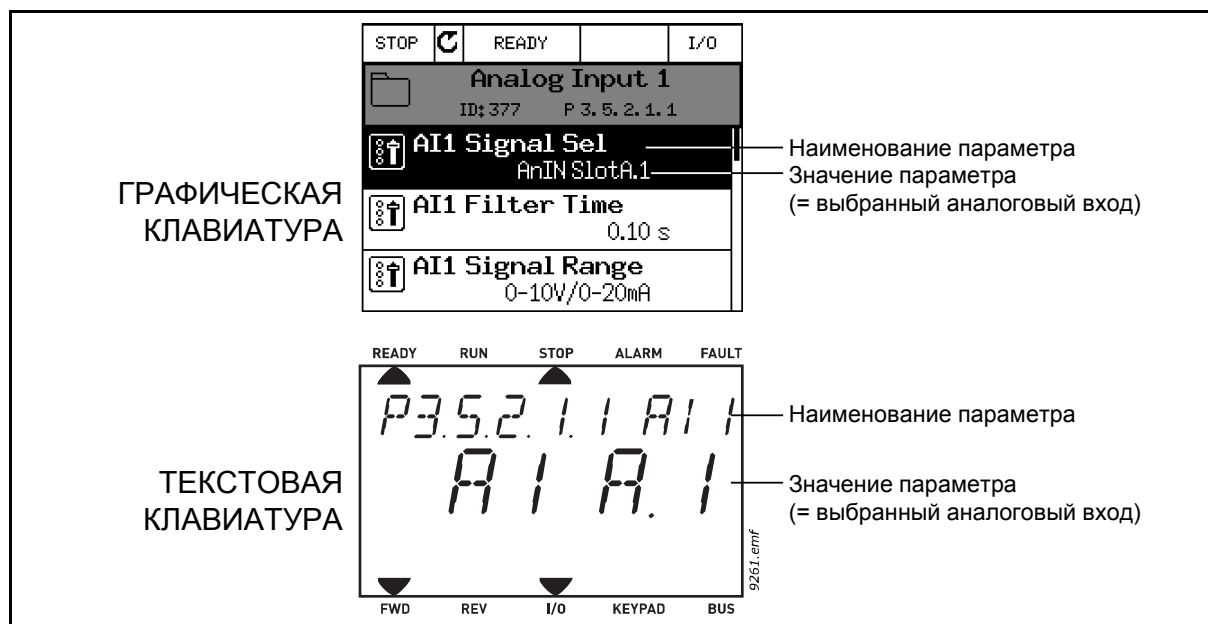

Рис. 62.
2. Приложение перешло в режим редактирования, о чем свидетельствует мигающее и подчеркнутое значение гнезда DigIN SlotA . (Если доступно больше дискретных входов, например на дополнительных платах, которые установлены в гнезда C , D или E , эти входы также можно выбрать.) См. рис. 62.	2. Приложение перешло в режим редактирования, о чем свидетельствует мигающая буква d . (Если доступно больше дискретных входов, например на дополнительных платах, которые установлены в гнезда C , D или E , эти входы также можно выбрать.) См. рис. 62.